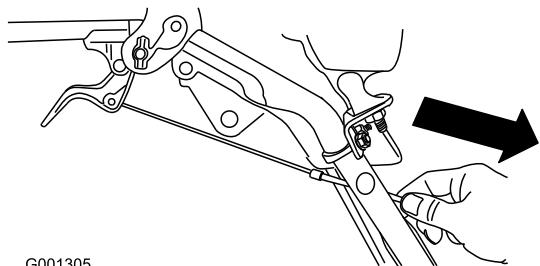

**Figura 7**
3. Togliete il dado e la rondella dalla stegola, attaccate alla stegola il serrafile presente sul cavo, montate il dado e la rondella e serrate a mano il dado (Figura 7).